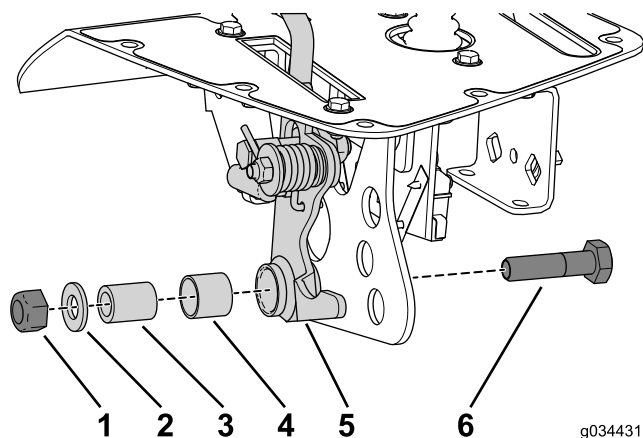

Figura 22
- Utilice la contratuerca, la arandela plana, el tubo espaciador y el perno que retiró anteriormente para sujetar la palanca al soporte (Figura 22).